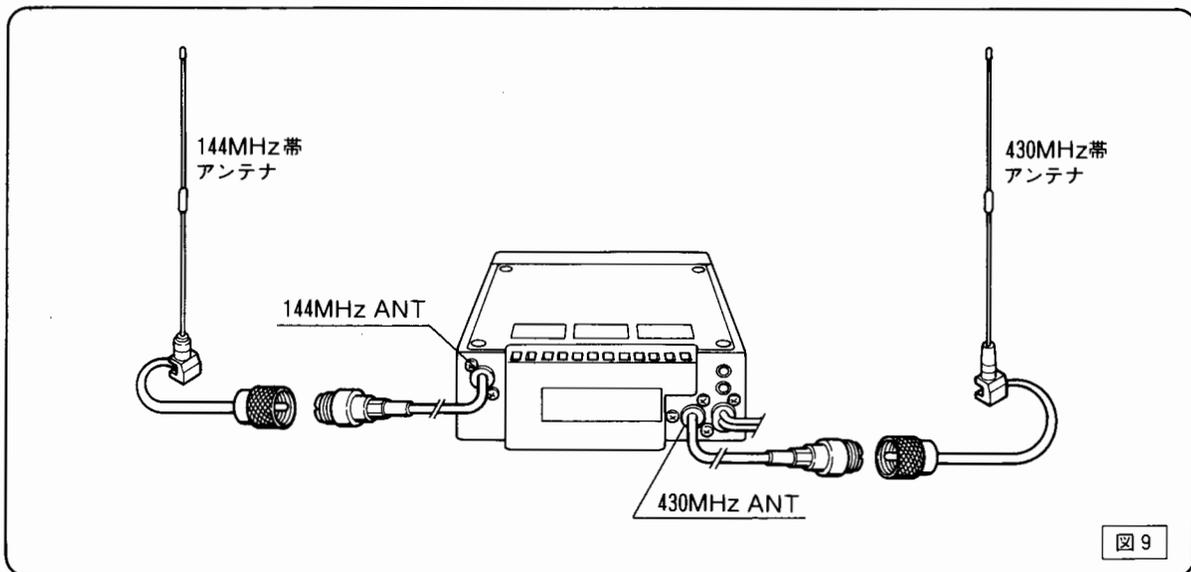

図9
① 独立したアンテナに接続する場合 (図9)
- ① C5200, C5200D本体の144MHz用同軸ケーブルに、144MHz帯のアンテナからの同軸ケーブルを接続します。
- ② C5200, C5200D本体の430MHz用同軸ケーブルに、430MHz帯のアンテナからの同軸ケーブルを接続します。